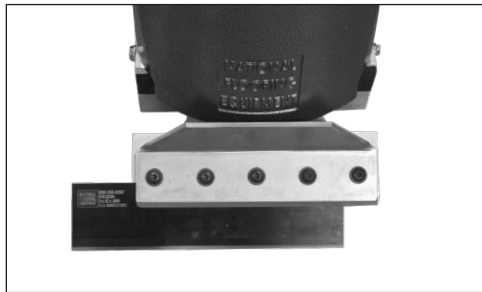

FIG. 5
- Les lames peuvent être décalées dans la tête de coupe pour faciliter l'accès aux plinthes ou pour le retrait le long du mur (Figure 5).